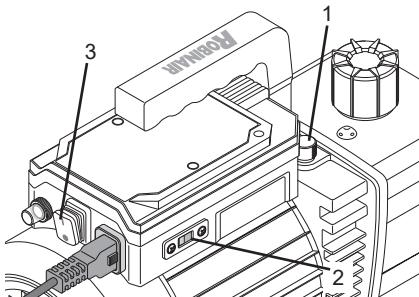

Abbildung 7
- Überprüfen Sie die Position des Spannungswahlschalters (2) (*siehe Abbildung 7*), um sicherzustellen, dass die gewählte Spannung mit der Nennspannung der Stromversorgung übereinstimmt.
- Schalten Sie die Vakuumpumpe (3) ein (*siehe Abbildung 7*).
Das Gasballastventil (1) befindet sich neben dem Griff, gegenüber dem Einlassanschluss (*siehe Abbildung 7*).
3. Schalten Sie die Vakuumpumpe (3) aus (*siehe Abbildung 7*).